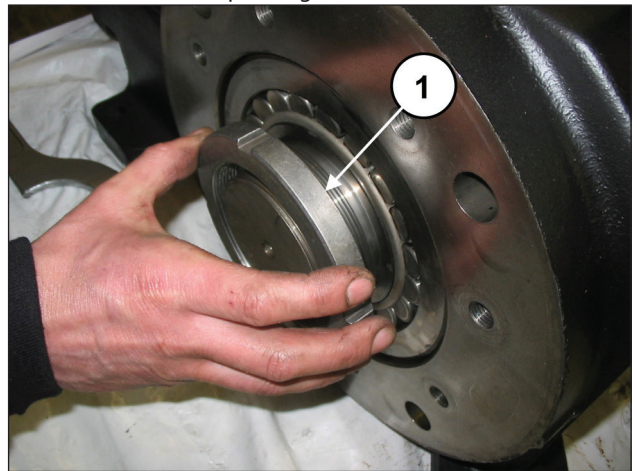
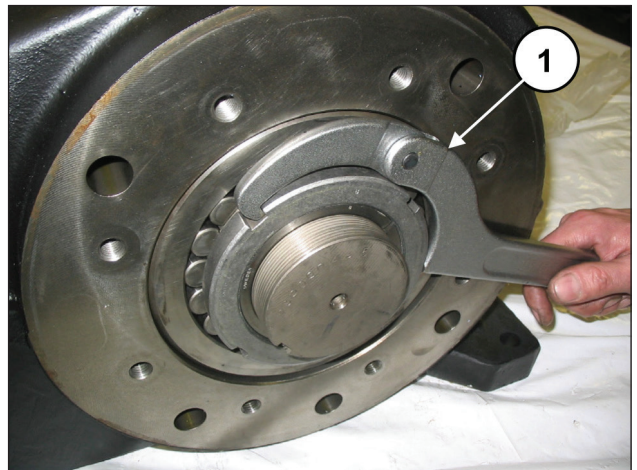

Fig. 20
Fig. 21
Visser un écrou à encoches de type SKF KM19 sur la douille de pression (rep. ①, Fig. 20), puis, à l'aide d'une clé appropriée, desserrer la douille (rep. ①, Fig. 21).